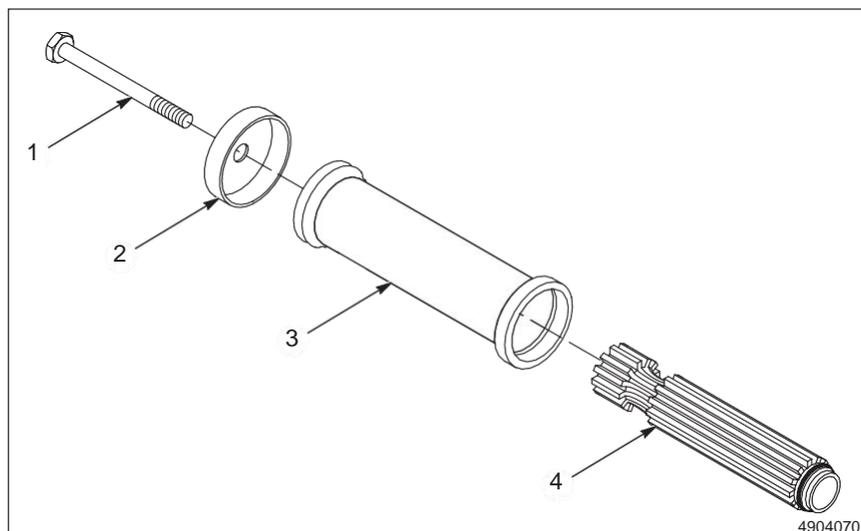

Fig. A 6-6 Desmontando o Conjunto do Filtro
1. Ver a Figura A 6-6. Remover o parafuso (1) da extremidade do conjunto do filtro.
2. Remover o suporte (2) da extremidade do conjunto do filtro.